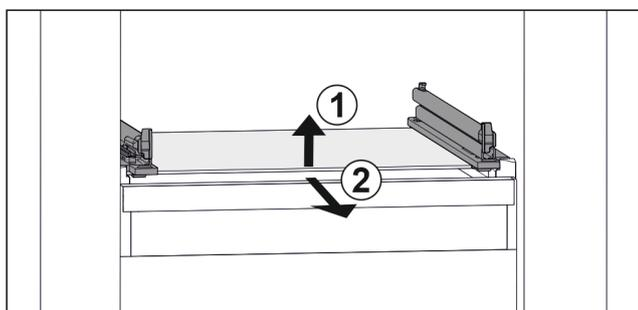

Fig. 110 Representación de la placa de vidrio a modo de ejemplo
- ▶ Levante la placa de vidrio por delante. *Fig. 110 (1)*
- ▶ Retire la placa de vidrio hacia adelante. *Fig. 110 (2)*